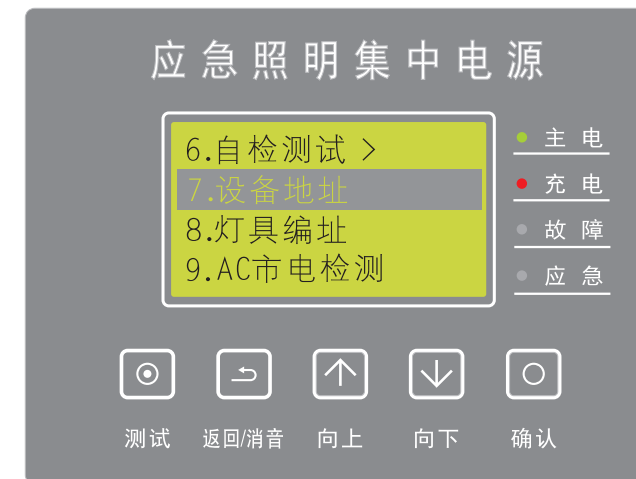

图5.11
(8)、设备地址：在主屏时，按【确认】键进入菜单，按【向上/向下】选择【设备地址】（如图5.11）按确认键进入。